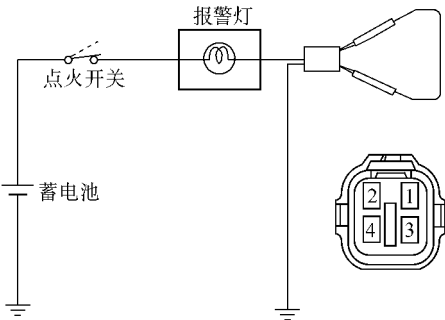

图 18-117 将点火开关置于 ON 位置
(1) 检查报警灯。从传感器脱开接插件，连接配线侧接插件的端子 1 和 3，将点火开关置于 ON 位置，如图 18-117 所示。检查报警灯是否点亮。